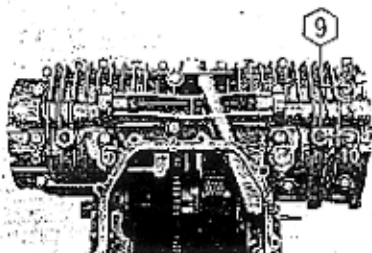

Fig. 3-101 Bulloni da 8 mm.
2. Piazzare il motore in posizione rovesciata, tenendo bene uniti i due carter ed installare i dieci bulloni da 8 mm. Serrare i bulloni da 8 mm. nell'ordine indicato in fig. 3-101, fino a una coppia di 2,3-2,5 kgm. Quindi serrare i tredici bulloni da 6 mm. (fig. 3-102).